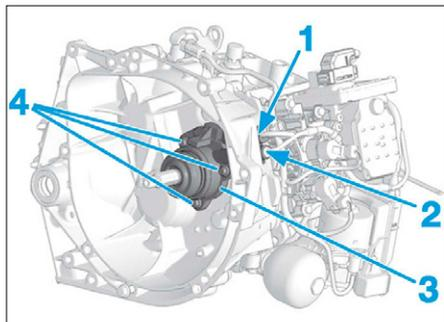

FIG. 6
- Débrancher le connecteur (1) (Fig.6).
- Déposer l'agrafe (2).
- Désaccoupler le tube hydraulique de la butée hydraulique d'embrayage (3).
- les trois vis (4),
- la butée hydraulique d'embrayage (3).